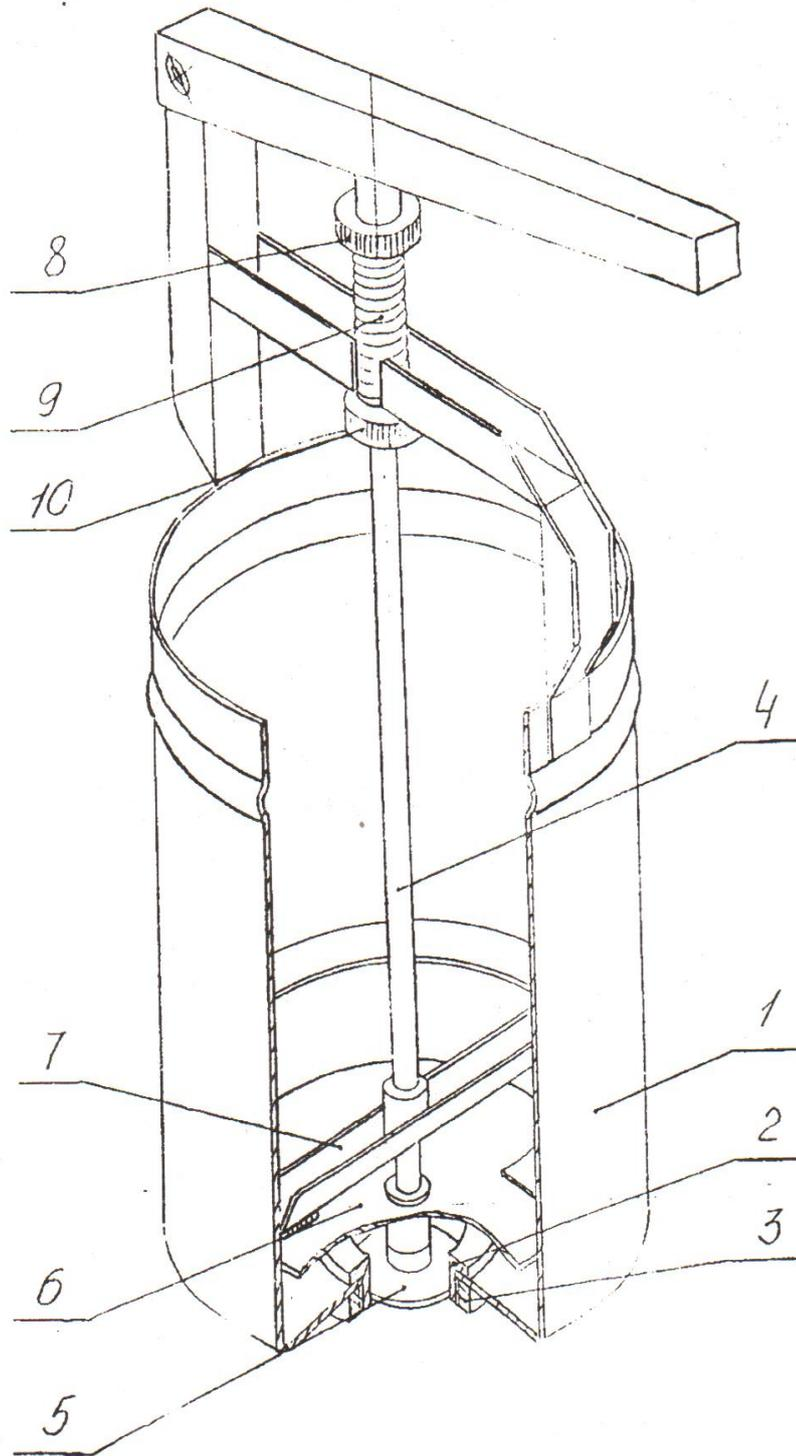

Рисунок 6.1
Дозатор (рисунок 6.1) состоит из корпуса (1), в нижней части которого установлена направляющая втулка (2), зажимается гайкой (3), штока (4) с поршнем (5), клапаном (6) и толкателем (7). В верхней части на штоке находятся регулировочная гайка (8), пружина (9), зажимающая гайка (10). Дозатор оснащен рычагом (11), что в значительной мере облегчает работу оператора.
поршнем (5) и клапаном (6) см. рис. 6.1). Если качками добиться заполнения рабочего объема не удастся, то это нужно сделать принудительно. Для этого необходимо нажать на рычаг, скатать «колбаску» из теста и наложить ее на верхнюю плоскость поршня. Другой способ: при нажатом рычаге нижняя часть дозатора погружается в тесто до заполнения рабочего объема.